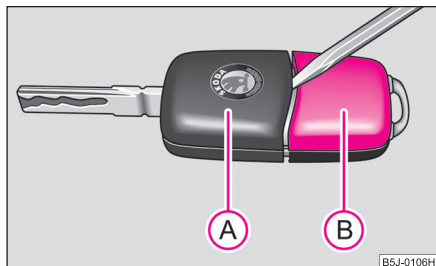

Fig. 18 Séparer la clé de la télécommande radio
Chaque clé à radiocommande possède une pile placée dans le couvercle (B) du boîtier de l'émetteur ⇒ fig. 18. Nous vous recommandons de ne faire remplacer les piles de clés que par un concessionnaire Škoda. Procédez comme suit si vous désirez néanmoins remplacer vous-même une pile usée:
- Prenez un tournevis et débloquez prudemment la partie (A) de la clé ⇒ fig. 18 du boîtier (B) de l'émetteur.